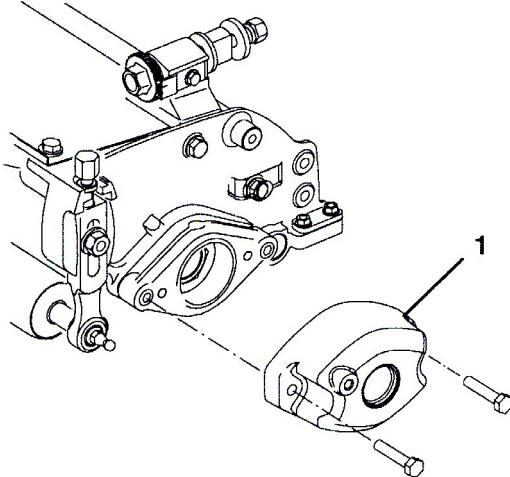

図 13
- A. カウンタ・ウェイトをカッティングユニットの左側に固定しているキャップスクリュ(2本)を取る。カウンタ・ウェイトを取り外す（図13）。